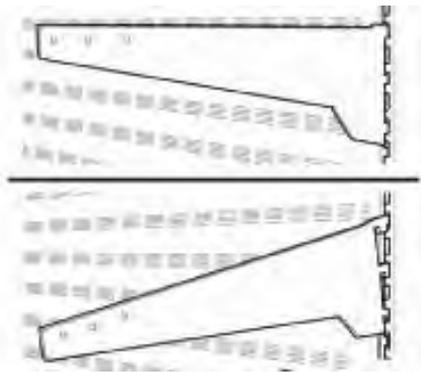

Fig. 12
- Konsolen aushaken und, wie in Fig. 12 gezeigt, schräg wieder einhaken.
- Unhook the brackets and hook them back in again at an angle, as shown in fig. 12.
- Décrocher les consoles et les raccrocher en biais, tel indiqué dans la fig. 12.
- Sganciare le mensole e riagganciarle in posizione inclinata come visibile in fig. 12.